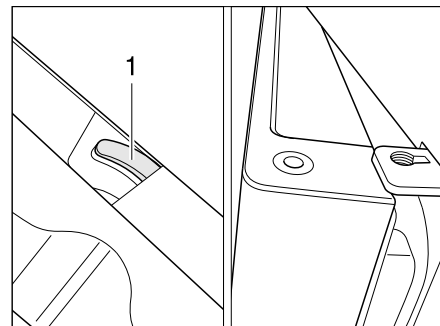

Bild 142 Kühlschranktür/Frosterfachtür in Lüftungsstellung (Dometic 7er-Reihe mit separatem Frosterfach)
- Verriegelung ganz nach rechts schieben. Die Kühlschranktür/Frosterfachtür ist mit Hilfe der Türarretierung (Bild 142,1) fixiert. Die Kühlschranktür/Frosterfachtür bleibt damit leicht geöffnet (Bild 142).